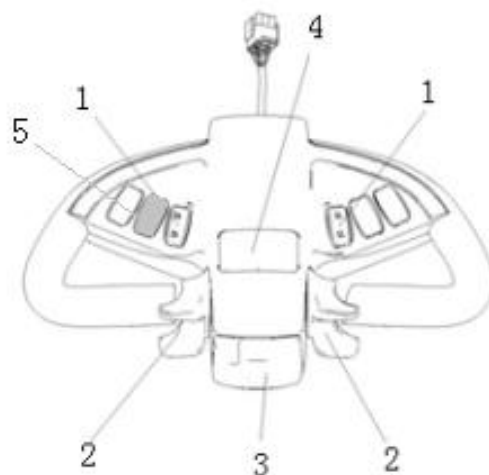

Рисунок 3.
- Путем перевода переключателя направления хода (2 на рис.3) в среднее положение или его отпускания: штабелер начнет тормозить до полной остановки.
- Кнопка аварийного реверса, находящаяся на уровне живота оператора (3 на рис.3) предотвращает зажатие оператора. Когда оператор приходит в контакт с кнопкой аварийного реверса, штабелер немедленно прекращает движение в заданном направлении и движется назад на некоторое расстояние, затем останавливается. Если рукоятка находится в зоне движения, и штабелер не движется, считайте, что в этой ситуации эта кнопка по-прежнему активна. Необходимо выполнить отключение и повторное включение устройства для перезапуска.
На индикаторе, расположенном на рукоятке управления, отображается уровень заряда АКБ (5 на рис.3). В случае если заряд АКБ слишком низкий, блокируется управление запуском двигателя гидронасоса подъема вилок, штабелер в таком случае может только передвигаться. Штабелер следует немедленно транспортировать в зону зарядки.
3. Медленно поверните переключатель направления хода (2 на рис.3) для начала движения штабелера и достижения желаемой скорости.
- отпустите переключатель направления хода (2 на рис.3) для его возврата в исходное положение, штабелер замедлит ход, дождитесь полной остановки. Пригоните изделие на специальное оборудованное место под стоянку;
Красная кнопка на конце рукоятки управления – это кнопка аварийного реверса (3 на рис.3). Когда оператор приходит в контакт с кнопкой аварийного реверса, штабелер немедленно прекращает движение в заданном направлении и движется назад на некоторое расстояние. Это защитный выключатель, предназначенный для предотвращения придавливания штабелером оператора, когда оператор сталкивается с препятствием.
Для безопасного движения штабелер оснащен звуковым сигналом. Чтобы привлечь внимание окружающих людей во время движения, нажмите кнопку звукового сигнала (4 на рис.3), и звуковой сигнал предупредит окружающих.